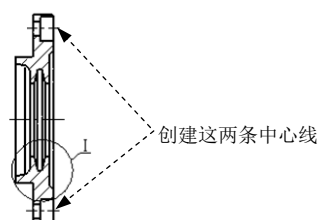

图 10.1.10 创建中心线 (二)
(3) 参照上面的步骤，继续创建图 10.1.10 所示的两条中心线。
(4) 选取各中心线，然后分别拖动其控制点来延长中心线，图 10.1.10 所示的各中心线为延长后的效果。